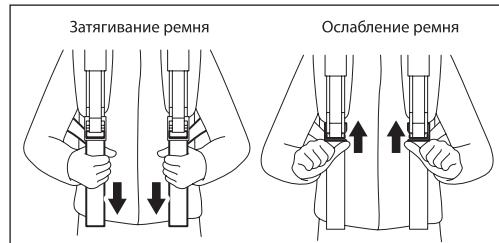

Рис. 22
- Потяните ремни вниз, чтобы затянуть их. Поднимите пряжки двух скользящих фиксаторов, чтобы ослабить ремни (рис. 22).